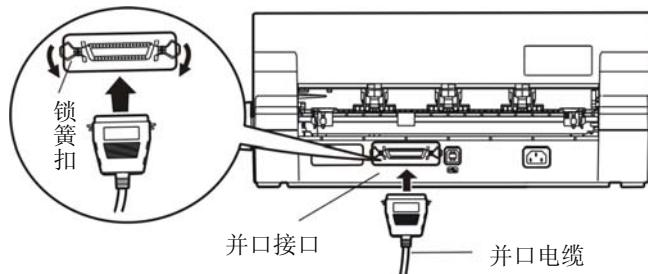

图 2-9 连接并口电缆
1. 关闭计算机与打印机的电源, 将并口电缆插头连接到打印机的并行接口, 扣上连接器两侧的锁簧扣, 使插头固定 (如图 2-9 所示)。